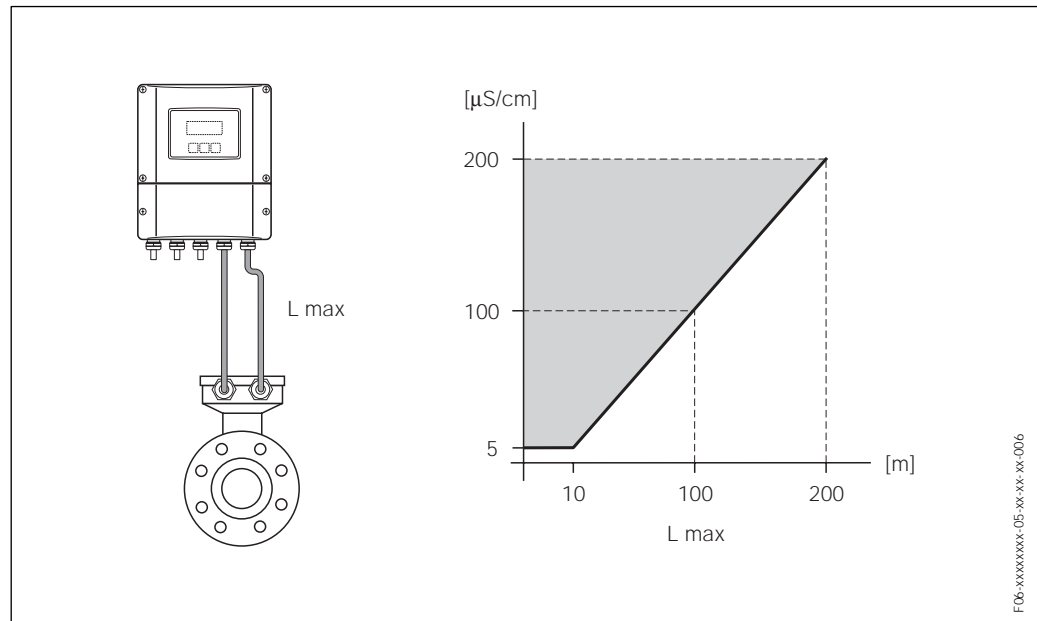

Fig. 15 : Longueur des câbles de liaison admissible pour la version séparée
- La longueur de câble admissible L_{max} est déterminée par la conductivité du produit (fig. 15). Pour la mesure d'eau déminéralisée une conductivité minimale de $20 \mu\text{S/cm}$ est nécessaire.